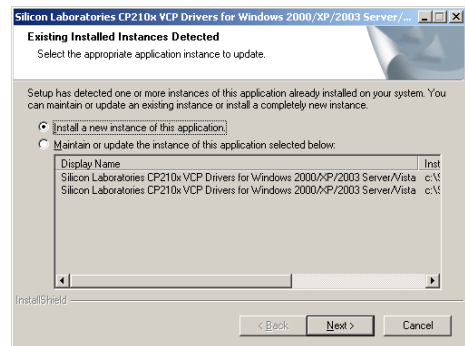

図3. USBドライバのインストール画面1
- ① パソコン用ソフトウェアCDより「CP210x_VCP_Win2K_XP_S2K3.exe」を実行します。すると図3の画面が表示されます。